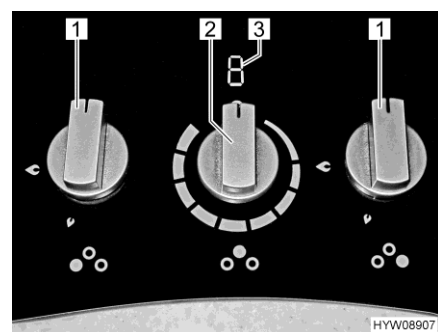

Fig. 157 Elementi di comando (fornello a gas con piano di cottura a induzione)
- Ruotare il pomello girevole (Fig. 157,1) dell'impianto a fiamma libera desiderato in posizione accesa (fiamma alta).
- Ruotare sulla posizione 0 il pomello girevole (Fig. 157,1). La fiamma si spegne.
- Ruotare il pomello girevole (Fig. 157,2) del piano di cottura a induzione nella posizione desiderata. L'indicatore (Fig. 157,3) mostra il valore impostato.
- Ruotare il pomello girevole (Fig. 157,2) del piano di cottura a induzione in posizione 0. L'indicatore (Fig. 157,3) si spegne. Successivamente allo spegnimento, finché la temperatura del piano di cottura a induzione risulta superiore a 60 °C l'indicatore mostra la lettera "H" (indicazione del calore residuo).
Sul piano di cottura a induzione sono indicate le seguenti informazioni (Fig. 157,3):